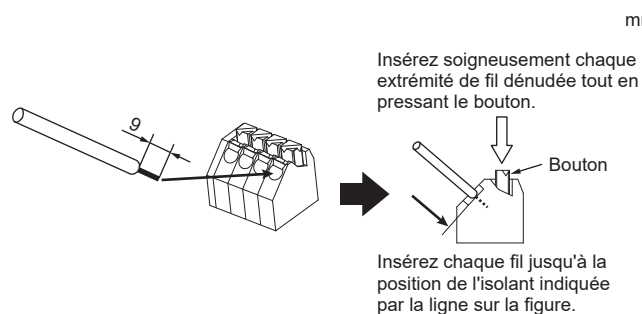

Fig. 5-12
- (1) Raccordez les câbles en respectant les noms de borniers afin de garantir la polarité correcte.
- (2) Lors de l'utilisation de fil torsadé pour le câblage, il est nécessaire d'utiliser des bornes de section ronde. Faites attention lors de l'utilisation de fils multibrins car les fils effilochés peuvent créer un court-circuit.
- (3) Ne groupez pas le câble M-NET avec le câble de connexion et le câble d'alimentation électrique. Cela pourrait provoquer un mauvais fonctionnement.
- (4) Procédure de raccordement de l'interface d'alimentation électrique pour kit d'alarme
- Pressez chaque bouton en haut de la borne de l'interface d'alimentation électrique pour kit d'alarme pour ouvrir chaque orifice de connexion et insérez les extrémités dénudées des fils jusqu'à ce que la partie dénudée ne soit plus visible. (Fig. 5-12)